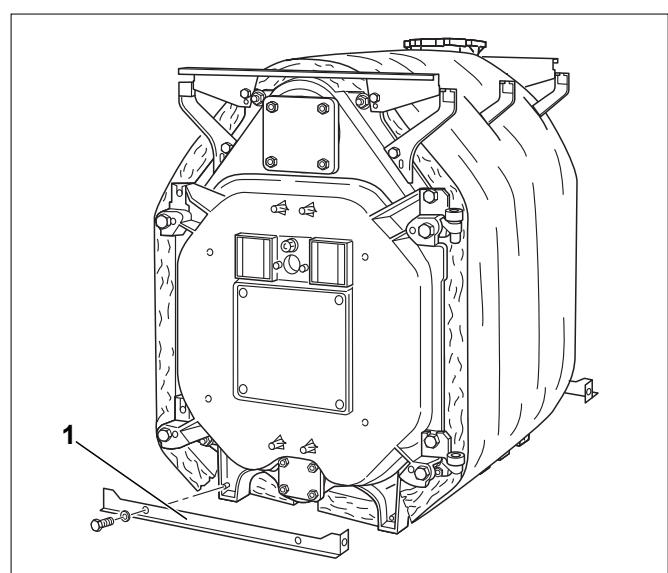

Рис. 43 Установка нижних поперечных траверс
- Снизу, спереди и сзади закрепить двумя болтами попечные траверсы (рис. 43, [1]) к ножкам котла. Отбортовки этих траверс должны быть направлены от котла.